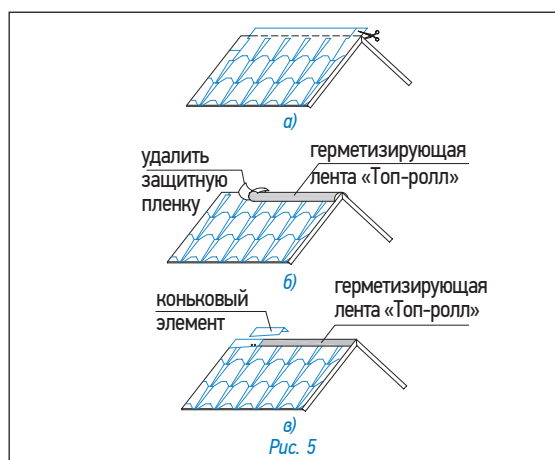

Рис. 5
Установка снегозадержателя (рис. 5)
Крепеж снегозадержателя осуществляется саморезами через специально отведенные отверстия (рис. 5а).
Количество снегозадержателей на крыше зависит от климатических условий данной местности, от размеров и уклона кровли. На рис. 5б предлагаются возможные схемы установки снегозадержателей.
Конек (рис. 5)
- Верхний ряд черепицы доводится до линии конька (ребра), выступающие части листов обрезаются (рис. 5а);
- линии коньков и ребер герметизируются специальной самоклеящейся лентой «Топ-ролл» (рис. 5б);
- далее устанавливаются внахлест специальные коньковые элементы (направление укладки по преимущественному направлению ветра), рис. 5в. Каждый коньковый элемент плотно прижимается к основанию кровли и фиксируется 4 гвоздями длиной 35мм, которые перекрываются следующим коньковым элементом;
Оформление бокового стыка панелей TEGOSOLAR с черепицей TEGOLA (рис. 5)
- Установите L-профиль, предварительно соединенный с бутилкаучуковой лентой (рис. 5б) так, чтобы лента полностью перекрывала стык панелей и черепицы TEGOLA;
- установите R-профиль поверх L-профиля (рис. 5в).